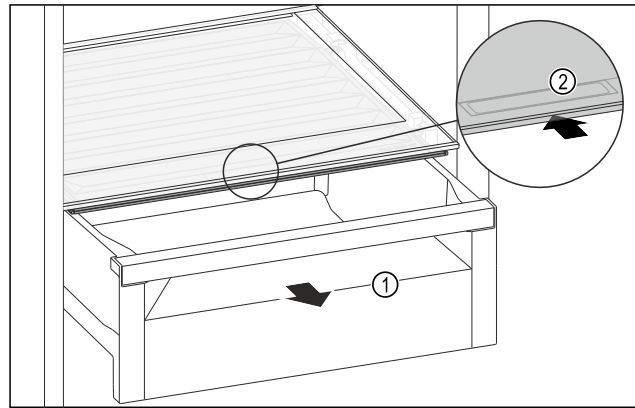

Fig. 221
- Retirer le tiroir Fig. 221 (1).
- Saisir la poignée encastrée Fig. 221 (2) du couvercle du compartiment et pousser le couvercle du compartiment vers l'arrière.